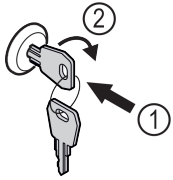

Fig. 87
- ▶ Sleutel erin duwen Fig. 87 (1).
- ▶ Sleutel 90° rechtsom draaien Fig. 87 (2).